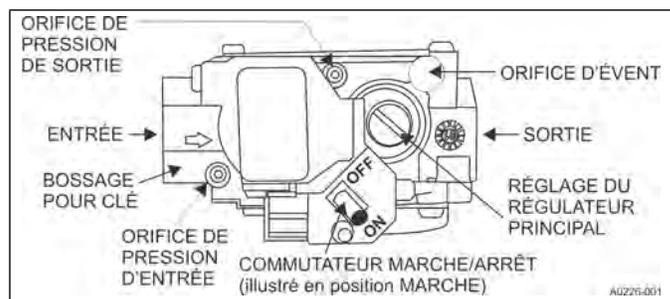

FIGURE 32 : Soupape de gaz
Vous pouvez mesurer la pression de gaz du collecteur en raccordant un manomètre à tube en U à la soupape de gaz à l'aide d'une longueur de tube. Consultez la section appropriée qui figure dans les directives ci-après. Reportez-vous à la figure 32 pour connaître l'emplacement des orifices de prise de pression de la soupape de gaz.
Raccordez le côté positif du manomètre à la prise de pression IN P (pression d'entrée) de la soupape de gaz. Ne raccordez aucun tube au côté négatif du manomètre, lequel doit correspondre à la pression atmosphérique. Reportez-vous à la figure 32 pour les détails sur le raccordement.
Raccordez le côté positif du manomètre à la prise de pression OUT P (pression de sortie) de la soupape de gaz. Ne raccordez aucun tube au côté négatif du manomètre, lequel doit correspondre à la pression atmosphérique. Reportez-vous à la figure 32 pour les détails sur le raccordement.
1. Reportez-vous à la figure 32 pour connaître l'emplacement du bouchon de réglage du régulateur de pression et des vis de réglage sur la soupape de gaz principale.